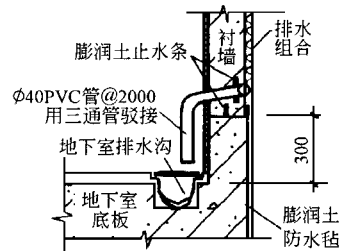

图 3 衬墙与底板节点示意
(1) 地下连续墙表面处理,凿去突出物,用水泥砂浆批平凹陷地方。
(2) 将 PVC 管锯成 2m 长的分段,并锯成 1cm 宽通长缺口。排水组合安装时滤层织物向迎水面,每幅排水组合可以随意裁减以配合不同的环境需要,但裁减后必须将割口封好,以避免混凝土浆渗入堵塞。
(3) 排水组合安装时由下至上排列,每幅排水组合的滤层织物,四边都有 75mm 多的伸延,把每幅排水组合紧贴排列后,将延伸的边拉出相互覆盖,必须采用上覆下的形式。每幅材料互相紧贴,无须重叠搭口。
(4) 每幅材料用钢钉加上垫圈稳固,每口钉距距离约 250mm,务求把排水组合牢固在立面上。
(5) 所有内向或外向角位需预先做好斜面,使排水组合能平顺贴在角位而无需屈曲,以便排水顺畅。
(6) 节点处理 ①衬墙与底板节点处理 防水毡铺设至衬墙施工缝上 100mm 处,并在施工缝上设止水条,立面的排水组合安装至离底板面 300mm 处(即施工缝处),并在该处水平向沿地下室周边设 1 条直径为 40mm 的 PVC 管, PVC 管割开 10mm 宽通长缺口,将排水组合底板插入,滤层织物裹住 PVC 管,端口用铁线扎牢,再用胶带纸封好。每隔 2000mm 用 PVC 三通将水导出,引入排水沟(见图 3)。
②梁节点处理 地下室各层主次梁要求伸至连续墙位置,作为地下室外围地下连续墙的支撑点。故凡在有梁位置,均须切断排水组合,将滤层织物反向覆盖住排水组合的底板,并用胶带纸封好,最后沿梁周边敷设止水胶条。③顶部节点处理 排水组合安装至衬墙暗梁底,将滤层织物向下覆盖住排水组合的底板,并用胶带纸封好,防止水泥浆或其他杂物进入。